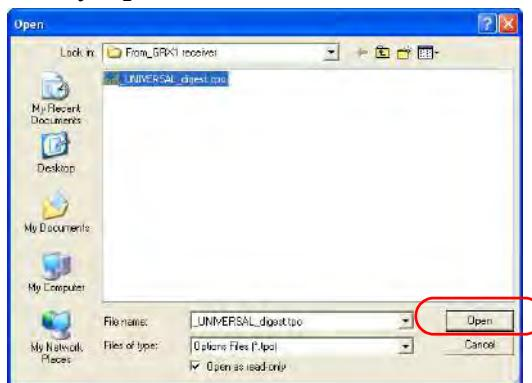

Рис. 5-6. Загрузка файла с кодами активации дополнительных опций
- Перейдите в каталог, где находится новый файл с кодами активации дополнительных опций, выделите этот файл и нажмите кнопку **Open** (Рис. 5-6).